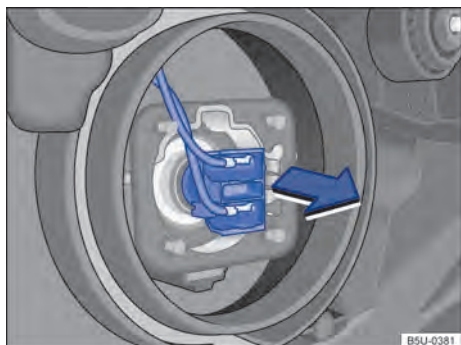

Fig. 181 Acesso à lâmpada incandescente do farol baixo.
- 5 **Farol baixo** **A**, puxar a lâmpada no sentido da seta → **Fig. 181** para desencaixá-la do suporte.